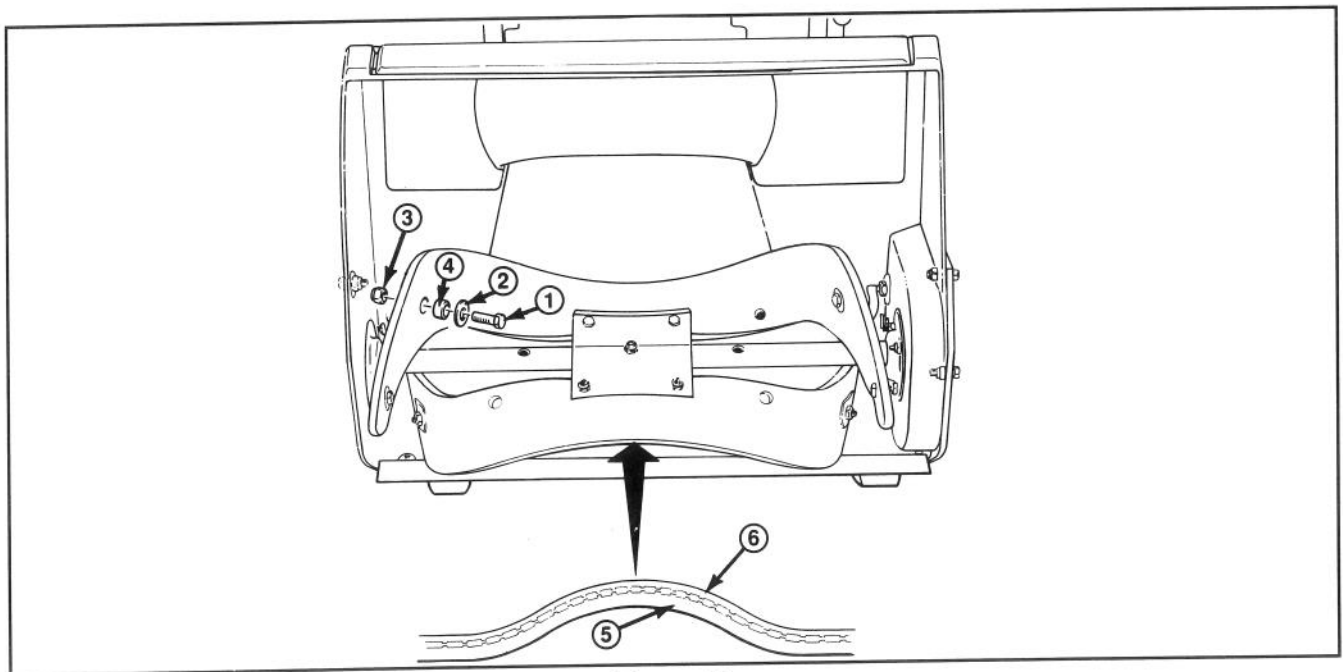

Figure 19
1. **DÉMONTAGE DE LA LAME** (Fig. 19)—Retirez les 6 écrous de 7/16" (11,1 mm), les 4 rondelles, et les 6 écrous de blocage fixant la lame à l'ensemble d'arbre de rotor.
2. Faites glisser la lame pour la dégager des plaques d'acier et appuyez sur les 6 bagues pour les faire sortir des trous de la lame (Fig. 19).
3. **MONTAGE DE LA NOUVELLE LAME**—Les lames du rotor sont en caoutchouc laminé. Examinez le rebord de la la lame pour vérifier la différence d'épaisseur des couches (Fig. 19).